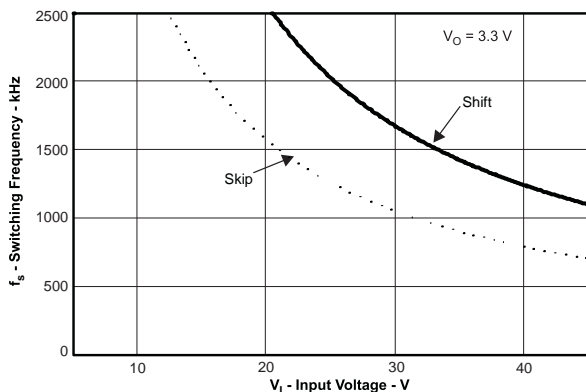

図 42. 最大スイッチング周波数 対 入力電圧
図42では、実線が周波数シフトに関する標準の安全動作領域を示し、出力電圧は 0V と仮定し、インダクタの抵抗が 0.1Ω 、FET のオン抵抗が 0.2Ω 、ダイオードの電圧降下が $0.5V$ です。点線は、パルスのスキップを避けるための最大スイッチング周波数です。これらの式をスプレッドシートまたは他のソフトウェアに入力するか、または SwitcherPro 設計ソフトウェアを使用してスイッチング周波数を決定します。
TPS54140Aでの標準の最小オン時間 t_{onmin} は130nsです。この例では、出力電圧が3.3Vで最大入力電圧が18Vであるため、式 (12) でインダクタ抵抗、オン抵抗、およびダイオード電圧を含めると、最大1600kHzのスイッチング周波数を設定できます。設計で短絡発生時に過電流暴走が問題とならないようにするには、式 (13) または図42の実線の曲線を使用して最大スイッチング周波数を決定します。最大入力電圧が20Vで、ダイオード電圧を0.5V、インダクタ抵抗を100m Ω 、スイッチ抵抗を200m Ω 、出力電流を2.8Aと仮定すると、最大スイッチング周波数は約1600kHzとなります。